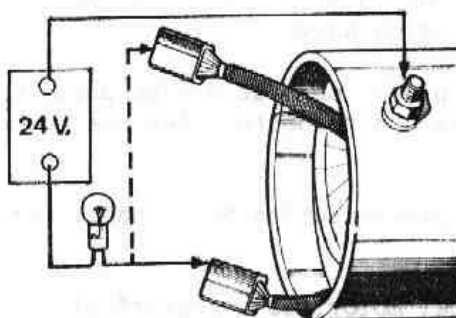

Fig. N2-33 Comprobación de la continuidad de la bobina inductora
- 3.5.1. Conectar una lámpara de pruebas (Fig. N2-33) alimentada por una batería de 24 V., entre cada una de las escobillas, por turno, y el borne de la carcasa.